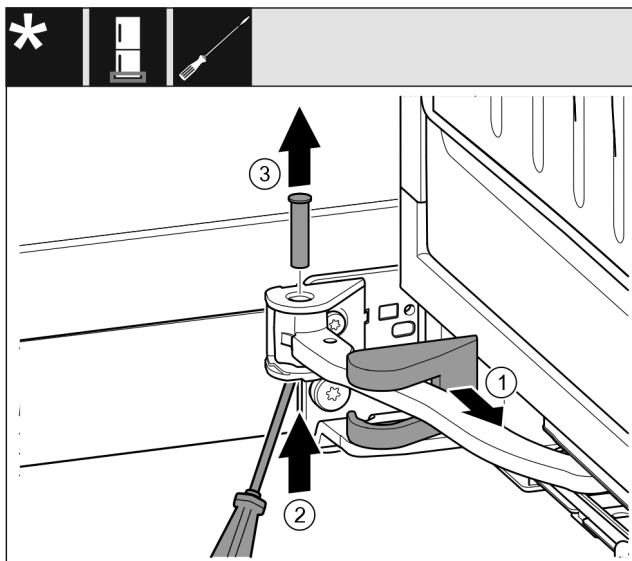

Fig. 16
- Stáhněte kryt stojanu ložiska Fig. 16 (1) a posuňte podél kloubu.
- Čep Fig. 16 (2) zespodu nadzvedněte šroubovákem.
- Čep Fig. 16 (3) vytáhněte shora.